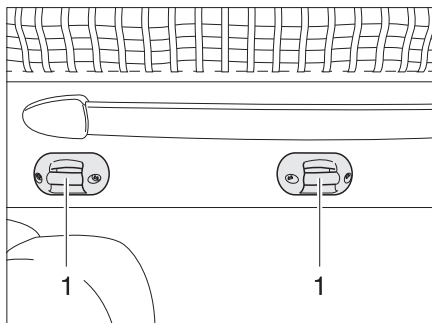

Bild 169 Halterung Aufstiegsleiter
- Die Aufstiegsleiter mit beiden Bügeln in die Krampen (Bild 169,1) am Hubbett einhängen.